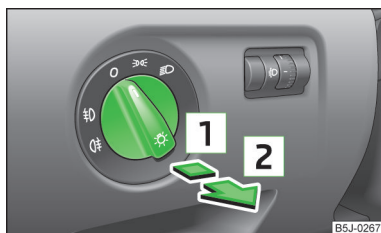

Abb. 26
- Zunächst den Lichtschalter » Abb. 26 in Stellung  oder  drehen.
- Zunächst den Lichtschalter » Abb. 26 auf Seite 44 in Stellung  oder  drehen.